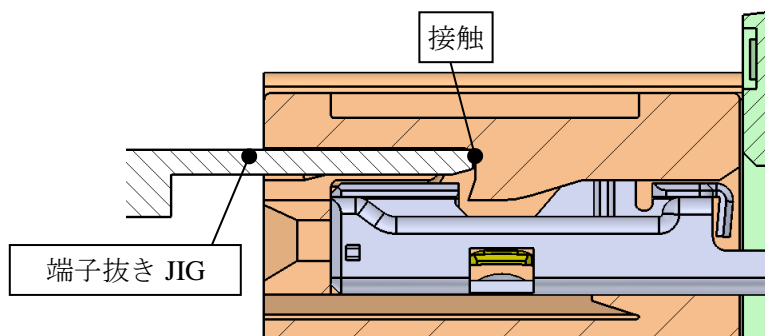
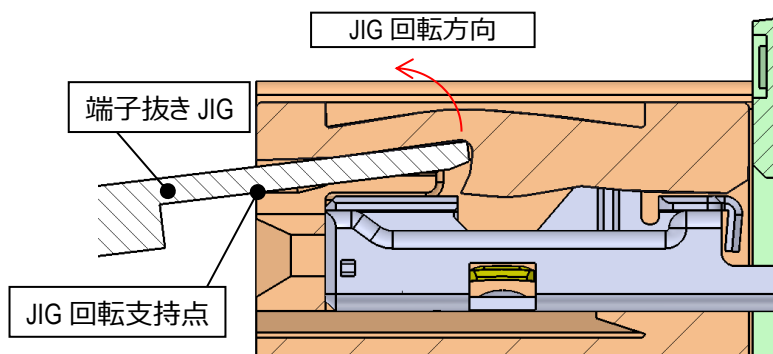

図 34.抜き JIG が樹脂ランスに突き当たる位置
図 35.端子抜き JIG 使用イメージ
- ③図 34 のように端子抜き JIG 先端が樹脂ランス先端に突き当たったら引き抜き JIG を図 35 の方向に天井に当たるまで軽く回転させ、樹脂ランスを持ち上げます。その状態を維持したまま、端子の電線を水平に引張して下さい。
- ④端子引き抜き途中で、抜きにくさを感じた場合、無理に引き抜こうとせず、引抜き JIG の挿入位置・深さは適切か等確認の上、再度最初から作業を実施して下さい。